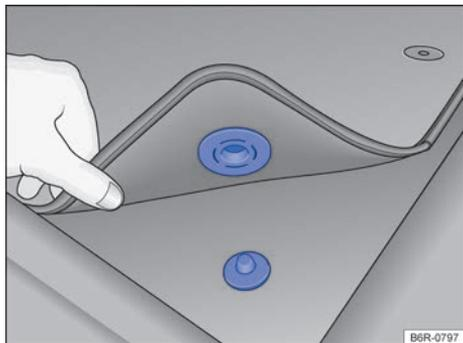

Fig. 1 Alfombra delantera del lado del conductor con fijación al perno de la moqueta.
- ✓ Acomodar bien la alfombra en la zona repapiés del lado del conductor para que no obstruya la zona de los pedales. Dependiendo de la versión del vehículo, la alfombra delantera del lado del conductor puede tener fijación al perno de la moqueta → fig. 1.